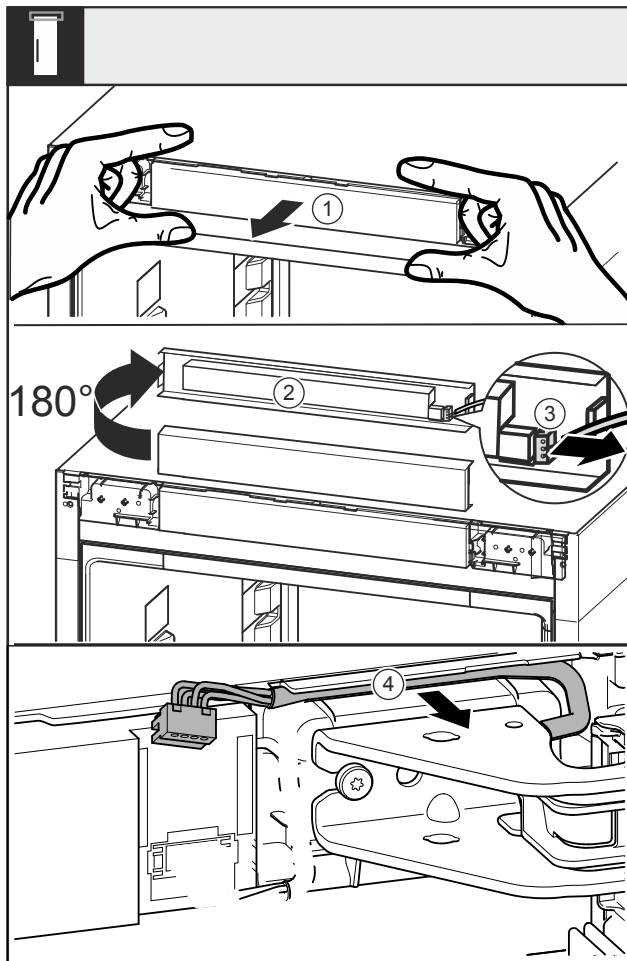

Fig. 7
- Allentare la maschera Fig. 7 (1) in avanti.
- Ruotare la maschera Fig. 7 (2) verso l'alto di 180°.
- Spingere il naso di arresto sulla spina Fig. 7 (3) all'indietro ed estrarre con cautela la spina.
- Allentare il cavo Fig. 7 (4) dalla guida passando attraverso il blocco di supporto.